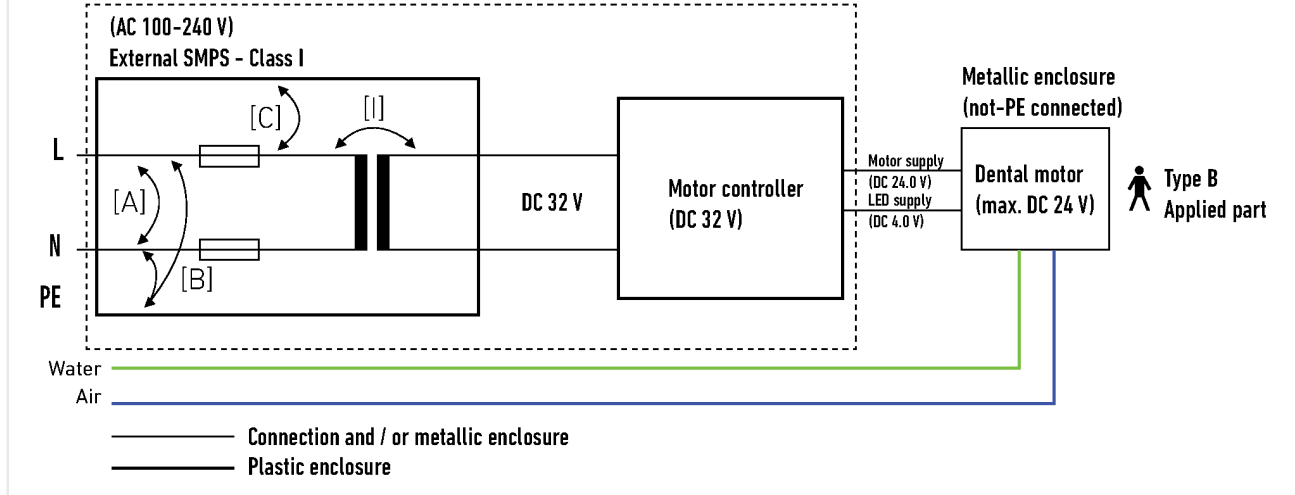

FIG. 1
La sécurité électrique ne peut être assurée que si l'appareil est utilisé conformément au schéma d'isolation ci-dessous. FIG. 1.
- Lorsqu'il est utilisé conformément au diagramme d'isolation FIG. 1, l'appareil est conforme aux clauses suivantes de la norme IEC 60601-1 :
La compatibilité électromagnétique des moteurs et des tuyaux compatibles a été vérifiée pour un montage d'essai représentant une application finale typique selon le diagramme d'isolation de la FIG. 1. La compatibilité électromagnétique doit être validée pour l'application finale après
L'installation recommandée correspond au schéma d'isolation FIG. 1.